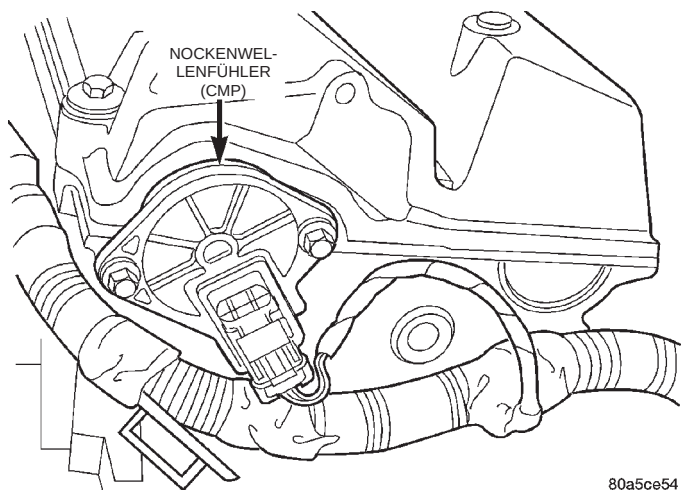

Abb. 45 Nockenwellenfühler (CMP)—2.4L-Motor
(14) Die elektrischen Anschlüsse am Nockenwellenfühler (CMP) prüfen (Abb. 45).